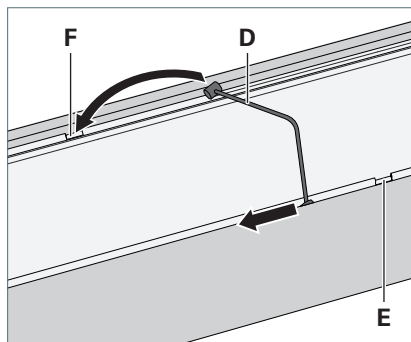

Fig. 3: Aggancio del cavo metallico all'apparecchio.
- Far passare un'estremità del cavo metallico **D** nell'apertura **E** sulla parte superiore dell'apparecchio, vedi Fig. 3.